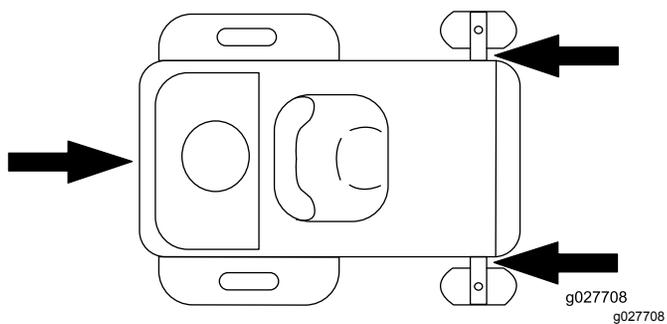

Figure 27
6. Arrimez la machine près des roues pivotantes avant et du pare-chocs arrière à l'aide de sangles, chaînes, câbles ou cordes (Figure 27). Reportez-vous aux réglementations locales concernant les exigences en matière d'arrimage.